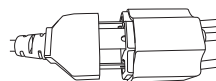

Figura -9
- Ligue o conector de alimentação tal como indicado na figura 9.